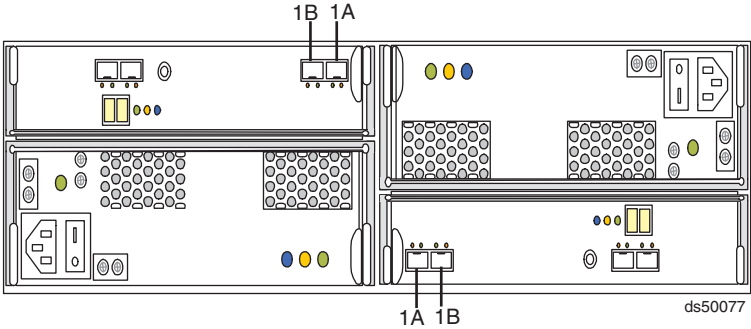

图 48. EXP5000 端口标签
3. DS5100 或 DS5300 控制器驱动器端口必须始终连接到标记为 1B 的 EXP5000 端口。因为左右 EXP5000 ESM (ESM A 和 B) 是以不同的方向插入 ESM 托架，因此必须在建立光纤通道连接之前找到标记为 1B 的端口。图 48 显示了 EXP5000 上的端口标签。